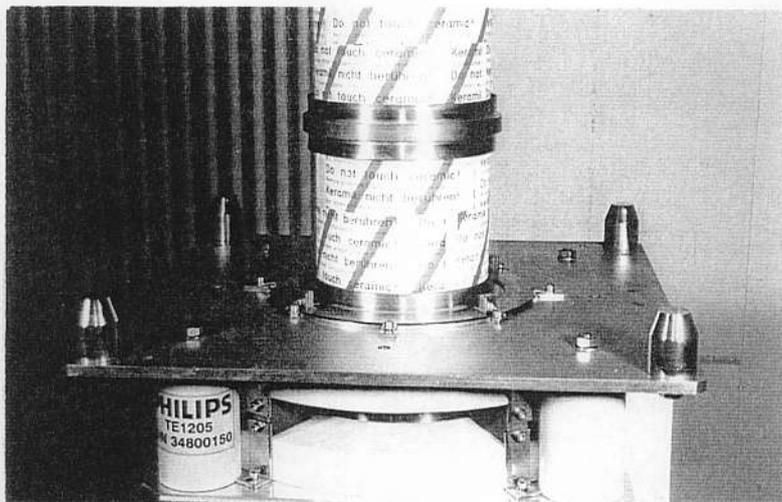

Abb. 40. Polschuhe montiert
- d) Die Polschuhe werden wieder montiert. Dabei ist darauf zu achten, daß sie fest an der Röhre anliegen (Abb. 40.)